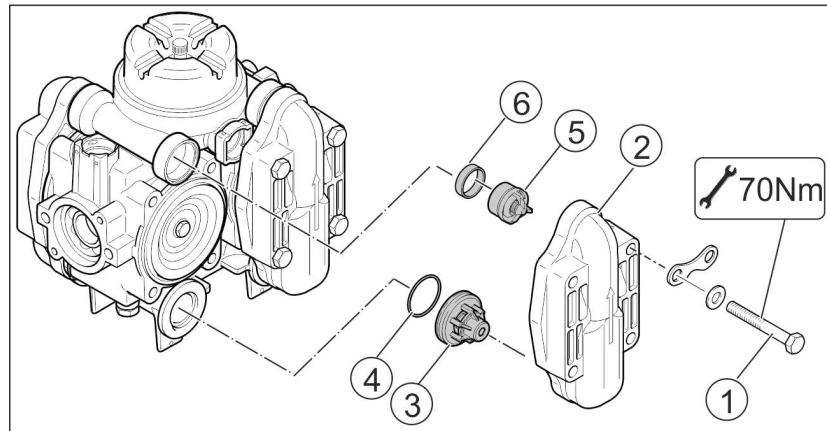

Fig. 192
2. Desfaceți șuruburile (**Fig. 192/1**).
3. Scoateți capacul ventilului (**Fig. 192/2**).
4. Verificați membrana pistonului (**Fig. 192/4**) și inelul conic (**Fig. 192/5**).
1. Desfaceți șurubul (**Fig. 192/3**) și scoateți membrana pistonului (**Fig. 192/4**) împreună cu șaiba de fixare a pistonului.